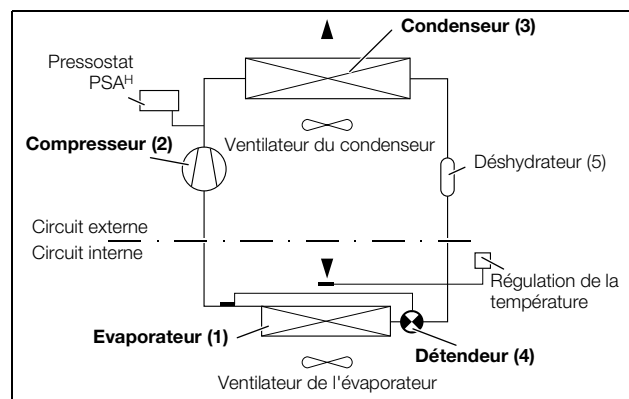

Fig. 2 : Circuit frigorifique
Le climatiseur (installation frigorifique à compression) se compose de quatre éléments principaux (voir fig. 2) : l'évaporateur (1), le compresseur (2), le condenseur (3) et le détendeur (4) – reliés entre eux par une tuyauterie adaptée.